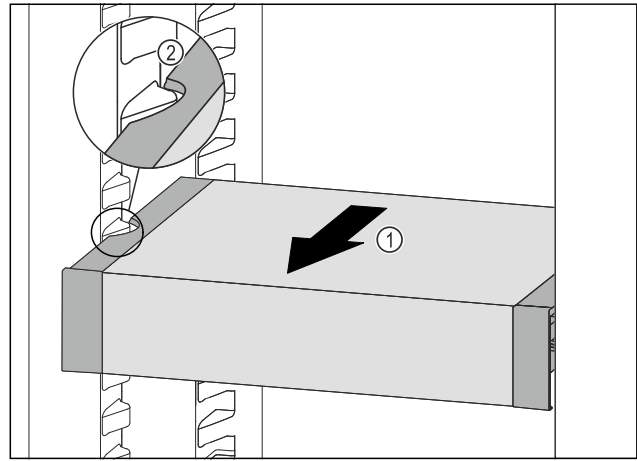

Fig. 184
- VarioSafe nach vorne ziehen Fig. 184 (1), bis sich die seitlichen Aussparungen des VarioSafes auf Höhe der Behälterrippe im Kühlteil befinden. Fig. 184 (2)